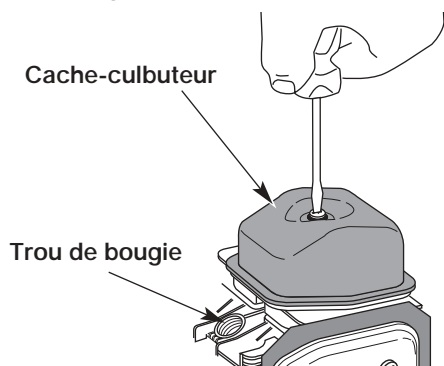

Fig. 65
7. Nettoyez toute saleté autour du cache-culbuteur. Retirez la vis retenant le cache-culbuteur à l'aide d'un tournevis à lame plate large ou à mèche no. T-25 Torx (Fig. 65). Enlevez le cache-culbuteur et le joint.
- Le piston est au sommet de sa course lorsqu'on regarde par le trou de la bougie (Fig. 65)